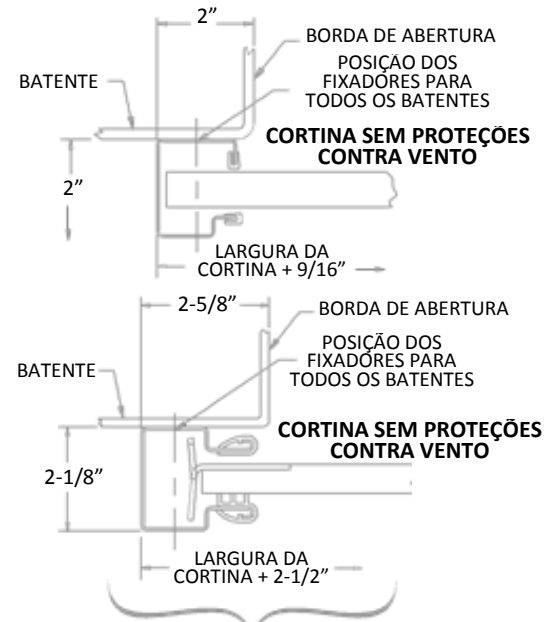

FIGURA 7
- Os guias devem ser acoplados centrados na abertura e distante da largura da cortina em + 9/16" no caso de portas sem proteções contra o vento e em + 2-1/2" no caso de portas com proteções contra vento. Esta distância é medida de partir da parte traseira do guia até a parte traseira do guia. Ver figura 7. Ambos os guias devem estar em prumo.